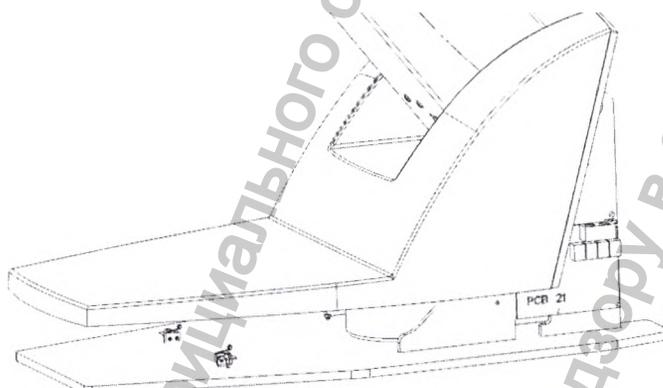

рис. 8
Крышка основания (1) см.рис. 8 имеет функцию предохранительного выключателя. Если при движении верха по направлению вниз будет препятствие (напр.нога обслуживания) на передней крышке основания, движение кресла по направлению вниз остановится и кресло поднимется вверх припл.на 5 мм. После удаления препятствия кресло способно следующей деятельности.